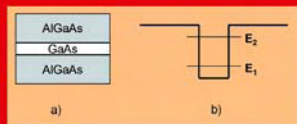

Figura 3. Estructura de un pozo cuántico. a) Estructura de capas. b) Perfil de potencial eléctrico
**Fundamentos.** La mayor parte de los dispositivos optoelectrónicos citados se basan en el concepto de pozo cuántico. Estas estructuras están compuestas por una capa muy delgada de material semiconductor, embebida en el centro de otras capas también de material semiconductor que actúan como barreras de potencial. El material que forma el pozo tiene siempre un gap o banda prohibida menor que el que forma las barreras. De esta manera se tiene una estructura de potencial eléctrico como la que se muestra en la figura 3.